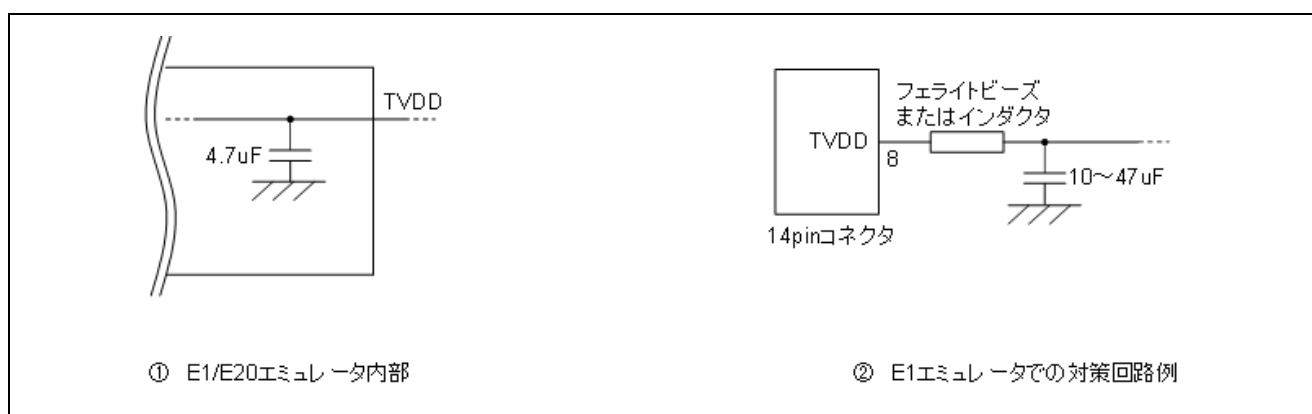

図 2-9 ホットプラグイン向け対策回路
ホットプラグイン接続を行う可能性がある場合には、下記のような回路構成にしておく必要があります。図 2-9 ①のように E1 エミュレータの 8 番ピンには、エミュレータ内部で 4.7 $\mu$ F のコンデンサが付いているため、ホットプラグイン接続を行う場合はユーザシステム上の電源電圧が一瞬低下する場合があります。この電圧降下により MCU リセットが発生する可能性があります。図 2-9 ②に示すように、エミュレータ接続コネクタの TVDD ラインの直近にフェライトビーズ(またはインダクタ)と低 ESR で大きめのコンデンサを付けることで症状を軽減することができますが、本対策は、電圧降下を完全に改善するものではありません。なお、ホットプラグイン接続はデバッグ時のみ有効な機能であり、本機能を使用する場合は、別売のホットプラグインアダプタが必要です。